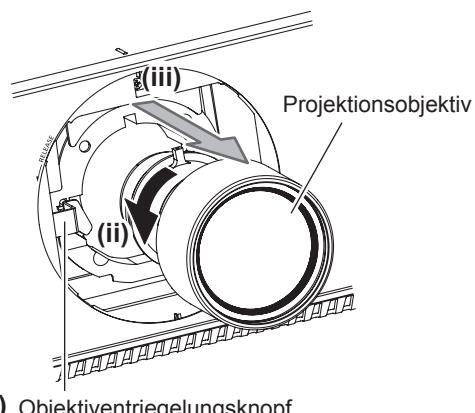

Abb. 2
- 2) Halten Sie den Objektiventriegelungsknopf gedrückt und drehen Sie das Projektionsobjektiv gegen den Uhrzeigersinn bis zum Ende und nehmen Sie es ab. (Abb. 2)